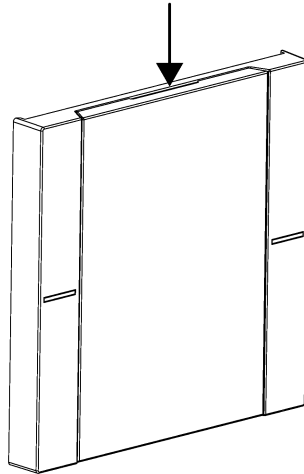

Figura 9: Sentire con un dito l'intaglio del coperchio dello spazio dicitura
- Sentire con un dito l'intaglio del coperchio dello spazio dicitura (Vedi figura 9).